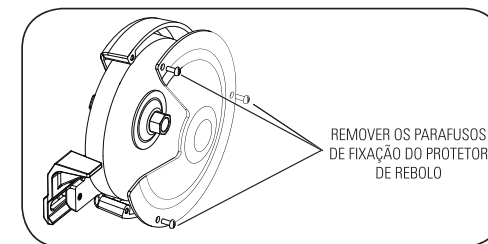

FIGURA 9.2
- Remova as proteções do rebolo a ser substituído (Figura 9.2). Substitua imediatamente rebolos rachados ou danificados;